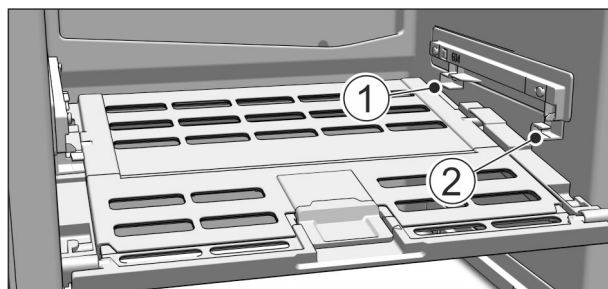

Fig. 50
- Deckel Fruit & Vegetable-Safe einsetzen: Deckelstege von unten in die hintere Halterung Fig. 50 (1) einführen und vorne in die Halterung Fig. 50 (2) einrasten.